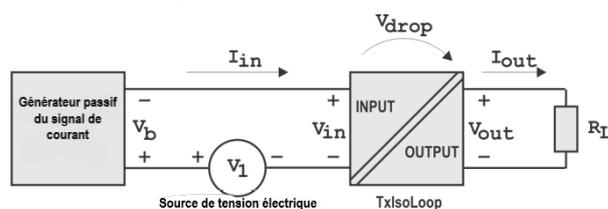

Figure 2 – Raccordements du TxIsoLoop avec générateur passif
2. Le dispositif générateur du signal de courant est de type passif (*sink* / 2-fils) et la tension électrique doit être fournie par une source insérée (en série) au circuit de courant d'entrée, comme le montre la Figure 2.